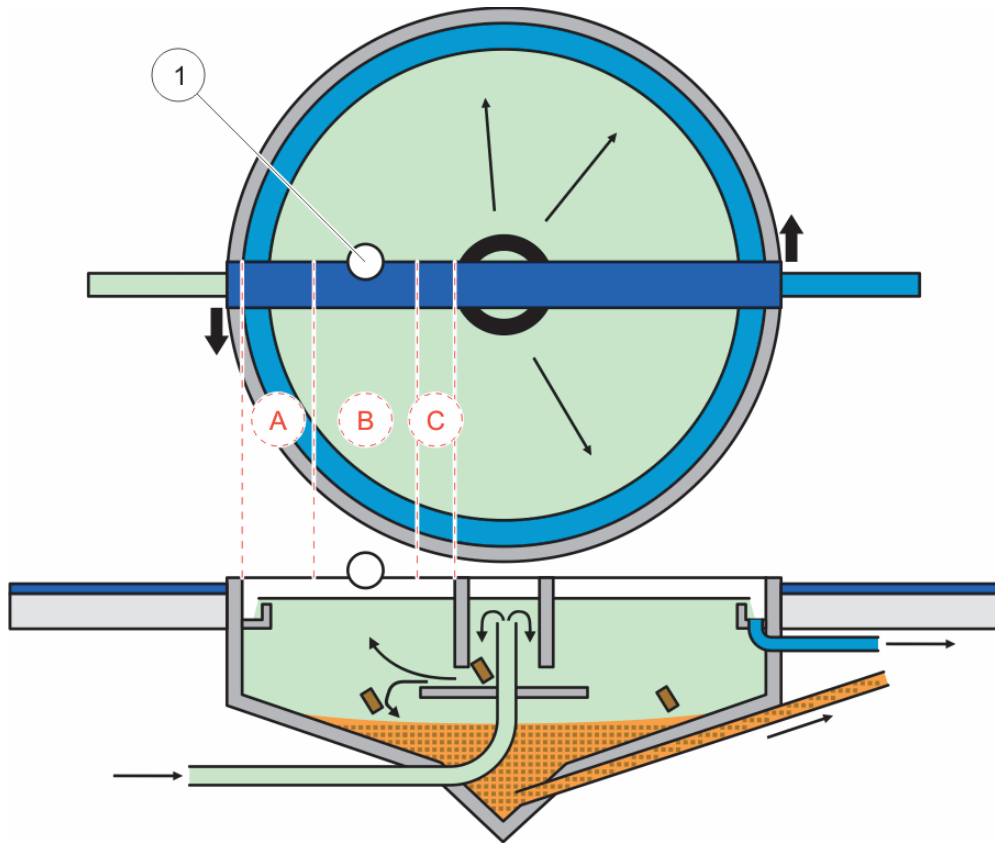
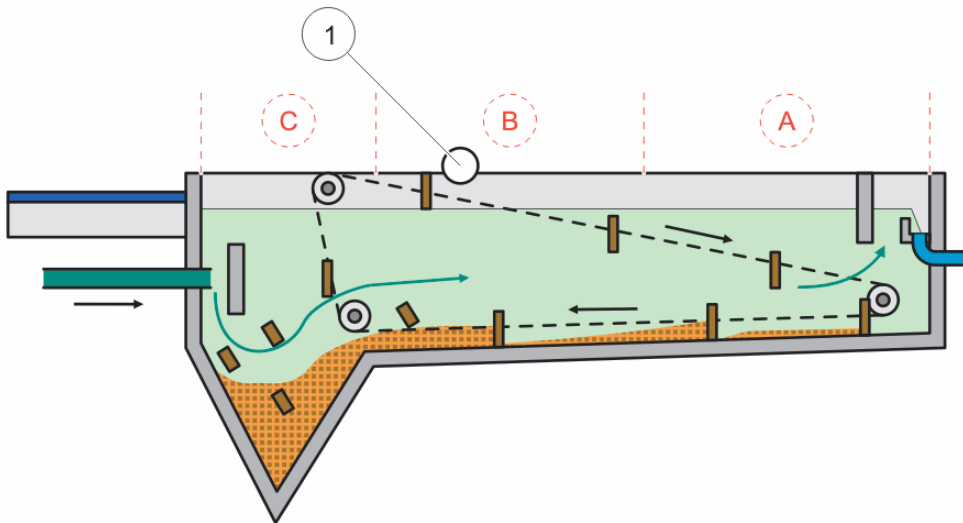

図 7 丸型タンクの図
図 8 長方形タンクの図
適切な測定場所は、タンクの種類に応じて決める必要があります。以下の図は、丸型タンクおよび長方形タンクの代表的な例を示しています。図 7 と図 8 のポイント (1) は適切な測定場所です。
設置に関する注意：回転式スクレーパーブリッジを装備した丸型タンクの場合、ブリッジの背後の回転方向にプローブを設置してください（図 7）。